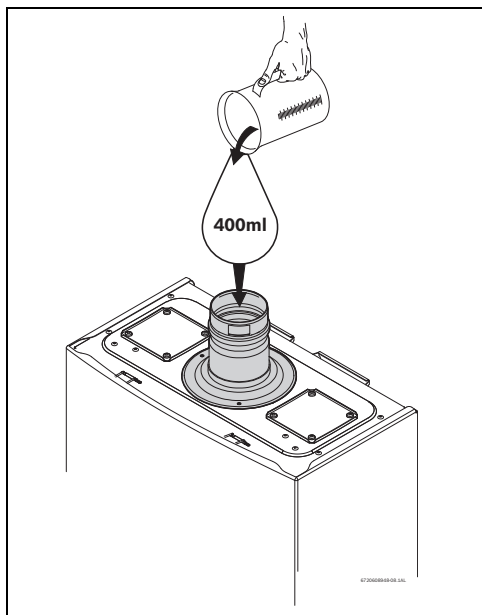

Fig. 32 Enchecimento do reservatório de condensados no primeiro arranque
- ▶ Encher o reservatório de condensados com aproximadamente 400ml de água, pelo acessório de exaustão do aparelho, ver Fig. 32.